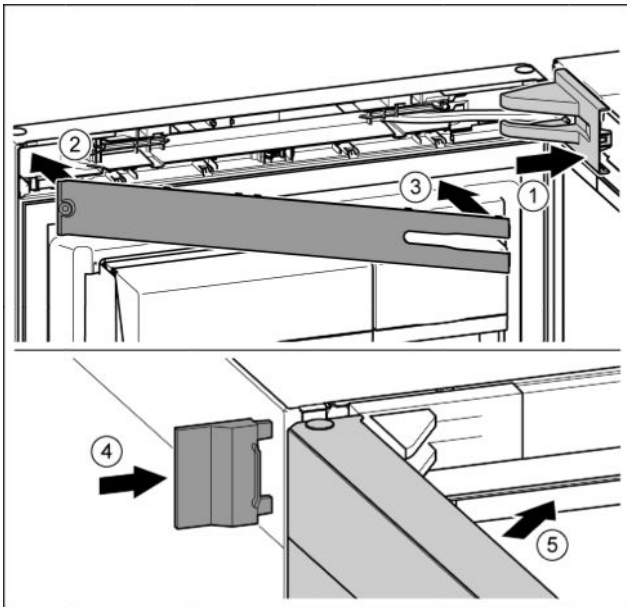

Fig. 44
- ▶ Lagerbockabdeckung aufsetzen und einrasten, ggf. vorsichtig auseinanderdrücken. Fig. 44 (1)
- ▶ Blende aufsetzen. Fig. 44 (2)
- ▶ Blende einschwenken und einrasten. Fig. 44 (3)
- ▶ Äußere Abdeckung aufschieben. Fig. 44 (4)
- ▶ Obere Tür schließen. Fig. 44 (5)